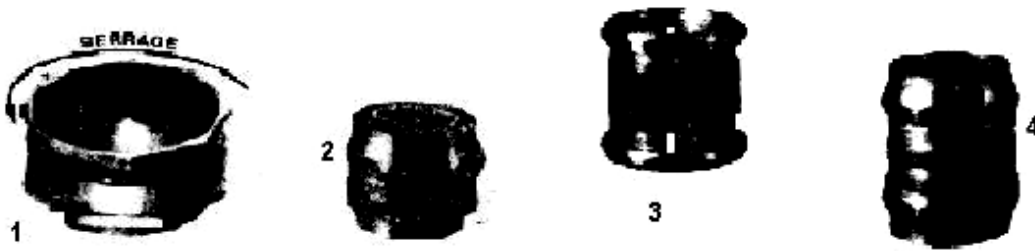

Figure 1.8– Accessoires d'un conduit flexible "métallique"
- **Accessoires :** (voir figure 1.8)